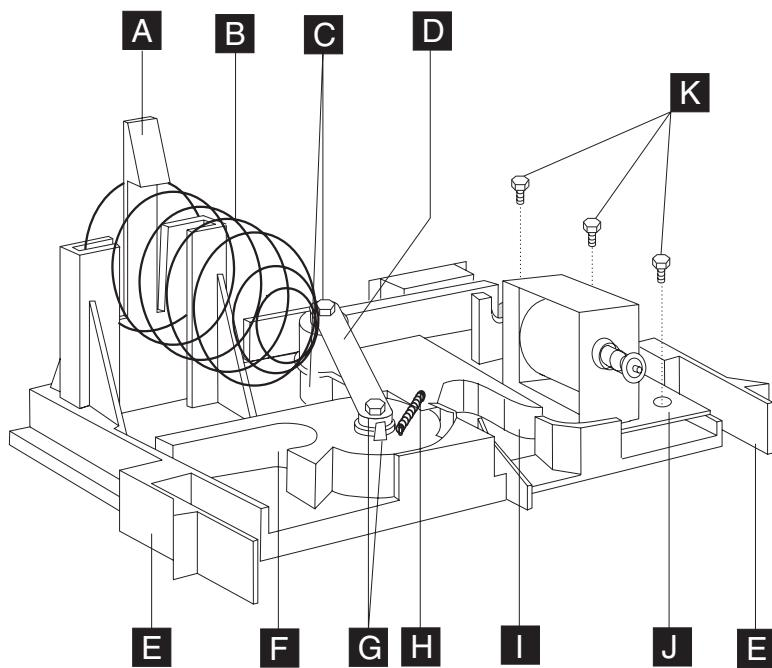

图 46. 卸下并更换插销组合件 FRU 和传感器组合件 FRU
4. 从前端将插销组合件两侧的插销 **E** 往里按, 同时将插销组合件拉向前端。请参阅第 58 页的图 46。